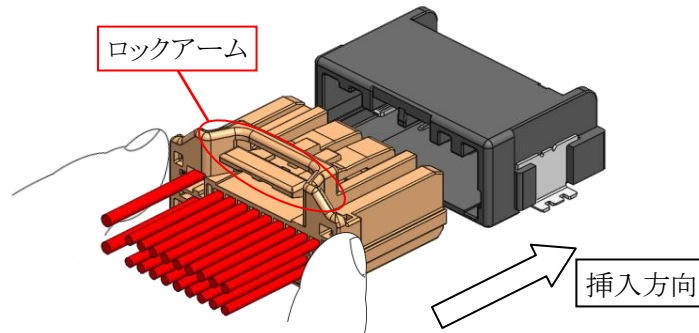

図 37.メスコネクタ挿入方向
- ①リテーナ装着作業が完了しているメスコネクタを、図 37 に示す方向でカチッと音がするまでまっすぐ押し込んでください。